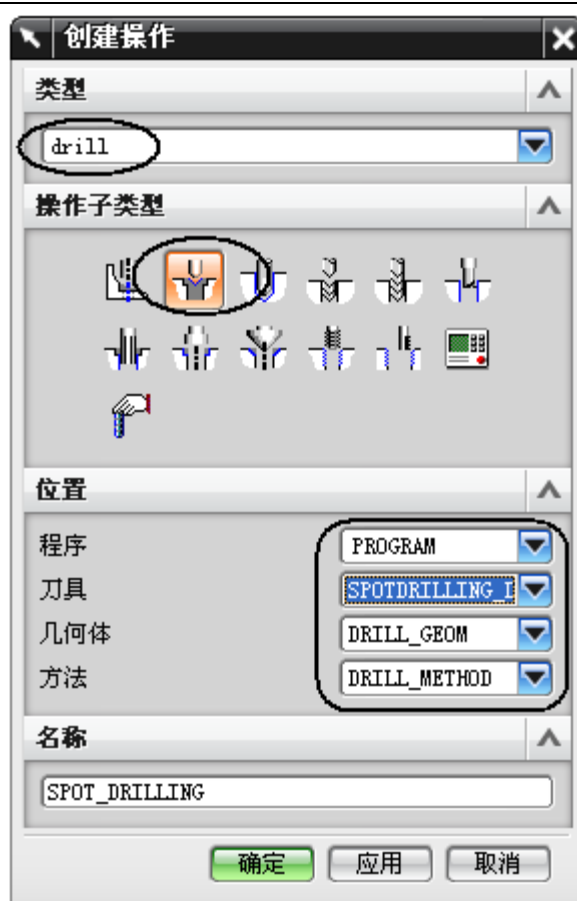

图 7-21
- 本例定义如图 7-21 所示的 3 把刀具，其中中心孔钻的顶角为 60。